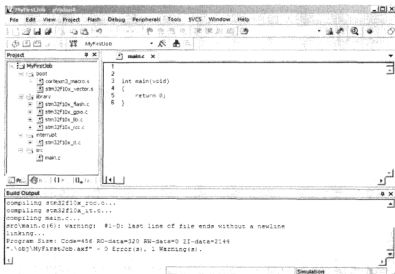

图 4.4.18 进行工程编译
⑤ 按下 F7(Build 的快捷键)进行编译,应该看到如图 4.4.18 所示界面。
图 4.4.18 中,最下面的 Build Output 区是编译信息框,开发人员可以从中获取编译信息,如代码量、错误信息和警告信息等,可以发现此次编译结果为:0 Error(s),1 Warning(s),即“0 个错误,1 个警告”;同时可以看到对这个警告的解释为:last line of file ends without a newline. 这是 gcc 编译器一个很常见的警告,意思是当前文件(main.c)并不是以一个空行结尾,只要在 main.c 的最后加上一个空行再编译就可以去掉这个警告了。